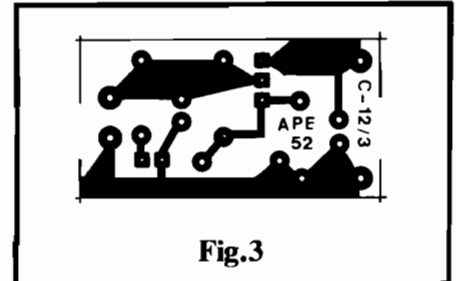

Fig. 3
- FIG. 3 - LAY OUT DO CIRCUITO IMPRESSO ESPECÍFICO - A placa é tão pequena (em tamanho natural, na figura...) que pode até ser feita aproveitando-se uma "lasquinha" de fenolite cobreado qualquer, que esteja "sobrando" aí pela sucata do Leitor/Hobbysta (ou ainda adquirida a preço "de banana" nas lojas de saldos...). Como são poucos (e pequenos...) os componentes, foi possível elaborar-se um padrão bastante compacto para as ilhas e pistas cobreadas, contribuindo para a miniaturização do conjunto... Recomendamos que o Leitor/Hobbysta use materiais profissionais na traçagem, ou seja: decalques ácido-resistentes, que darão excelente acabamento ao Impresso... Entretanto, quem for bastante "caprichoso", poderá perfeitamente executar a traçagem com tinta (caneta apropriada...). Quem ainda não tem muita prática na confecção e utilização prática dos Circuitos Impressos, deve ler com atenção as INSTRUÇÕES GERAIS PARA AS MONTAGENS (lá no começo de toda APE...), na busca de importantes informações, conselhos e "dicas" práticas...